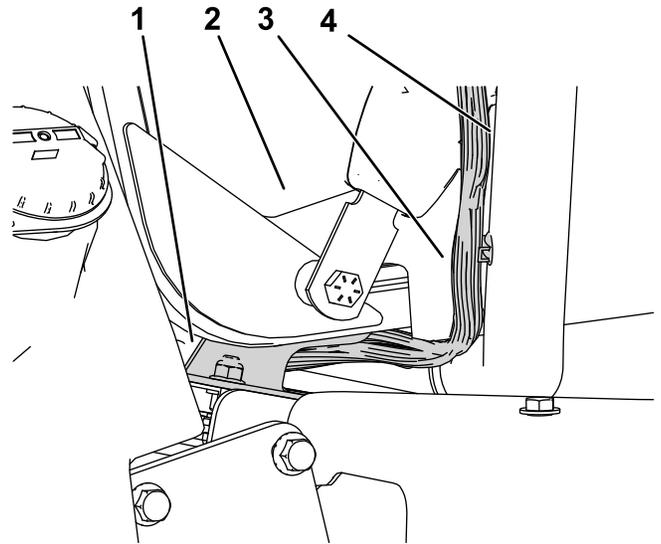

Bild 6
3. Verlegen Sie den Konsolenkabelbaum zwischen Sitzhalterung und Sitzschiene (**Bild 6**).
2. Trennen Sie die rechte Seite der Sitzhalterung von der Sitzschiene, um Raum für den Konsolenkabelbaum zwischen der Sitzhalterung und der Sitzschiene zu schaffen (**Bild 6**).